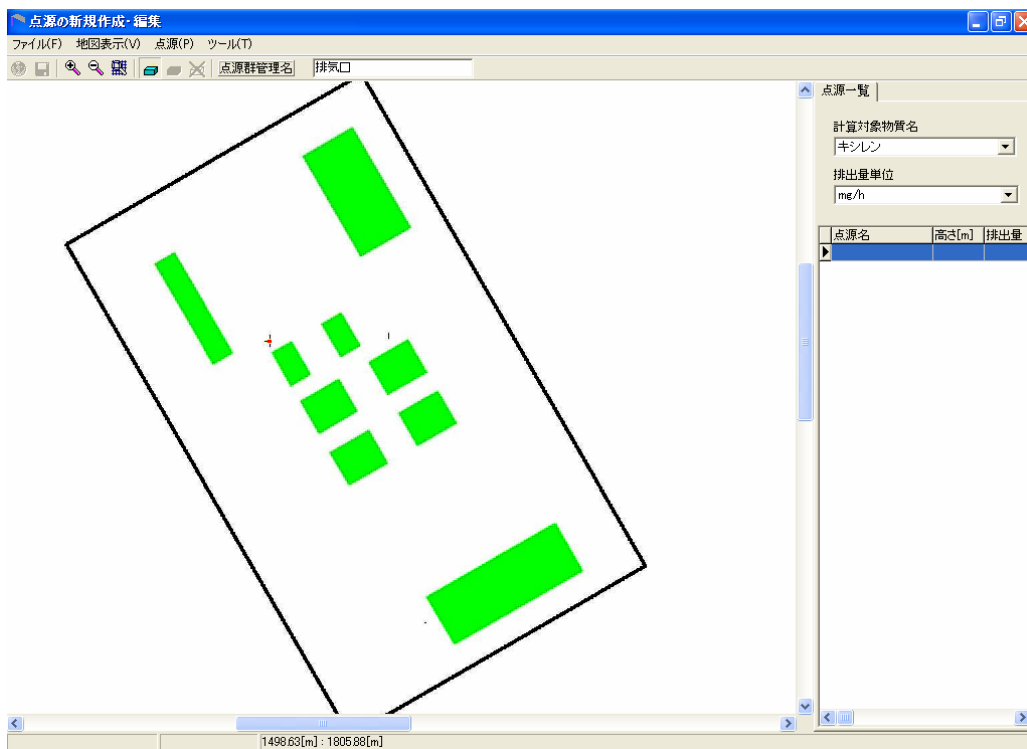

図 6.5-18 点源の登録 (1)
- 5)  (青) を押して、カーソルが+に変わったら、煙突(×印)に合わせてクリックします。赤い点が表示されます (図 6.5-18)。